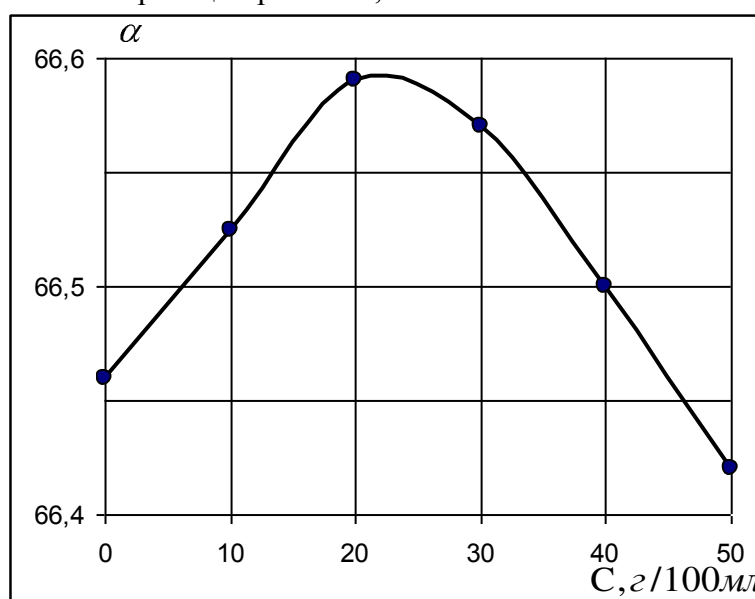

Рис.5
53. Определить концентрацию раствора сахарозы, пользуясь графиком зависимости α от концентрации сахарозы, приведенным на рис. 5, если в трубке длиной 25 см угол вращения плоскости поляризации равен 61,53°.